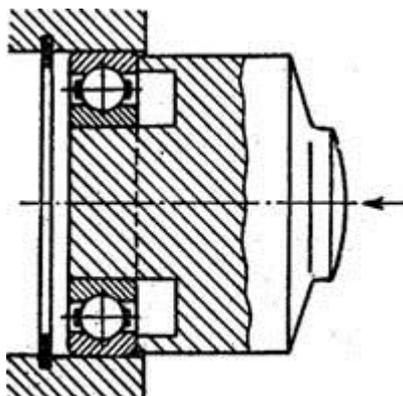

Рис. 96. Приспособление для выпрессовки подшипников
2. Укрепить универсальный съемник (как для разъединения половин картера) и вставить приспособление (рис. 96) для выпрессовки (и запрессовки) подшипников. Затем ввинтить болт съемника до упора в приспособление.